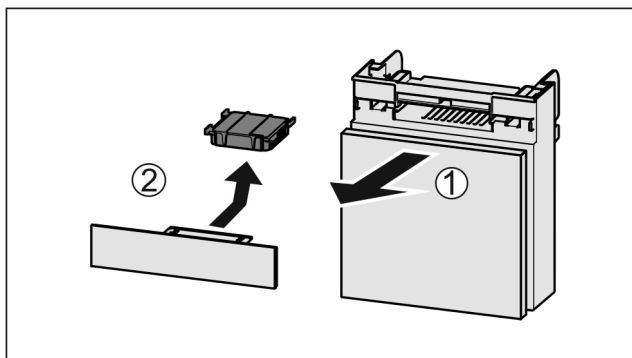

Fig. 36
- ▶ Extrageți Fig. 36 (1) compartimentul către înainte.
- ▶ Scoateți Fig. 36 (2) filtrul de cărbune activ.